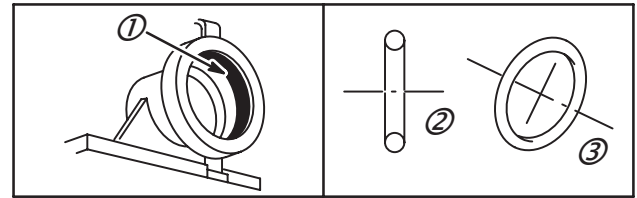

Fig. 42
1. Placer le joint torique (1) dans la rainure de l'alésage de papillon (Vacu-Jet) Fig. 42. Section transversale (2), nouveau joint torique (3), Fig. 42.